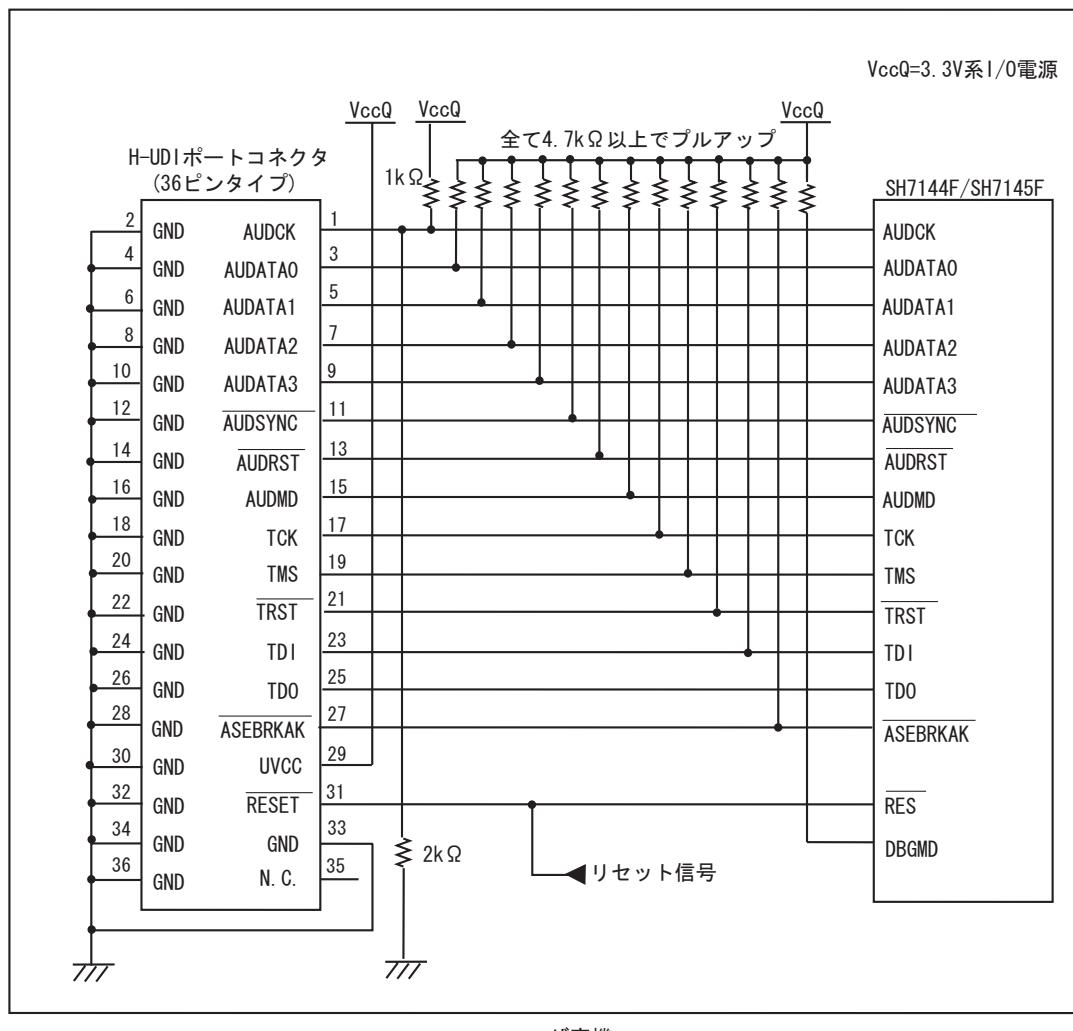
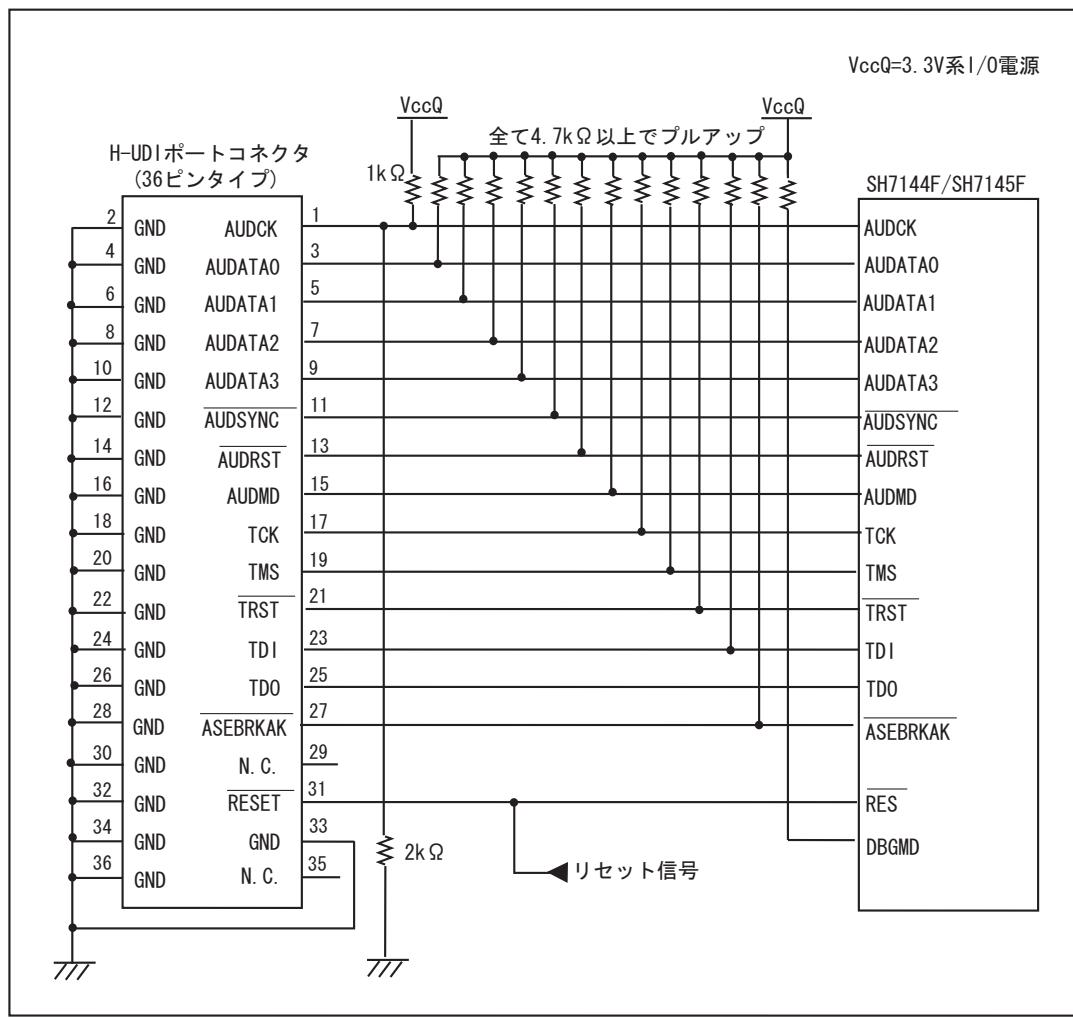

図 1.3 E10A-USB 使用時の H-UDI ポートコネクタ - チップ間の推奨接続例
図 1.4 E10A-USB 使用時の H-UDI ポートコネクタ - チップ間の接続例
E10A-USB エミュレータ使用時の H-UDI+AUD ポートコネクタ(36 ピンタイプ)とチップ間の推奨接続例を図 1.3、UVCC 未接続時の接続例を図 1.4 に示します。
7. 図 1.3, 図 1.4 に記載されている抵抗値は、参考値です。
- 図 1.3 推奨接続例で回路を組んだ場合の E10A-USB エミュレータのスイッチ設定:SW2=1, SW3=1
- 図 1.4 接続例で回路を組んだ場合の E10A-USB エミュレータのスイッチ設定 : SW2=0, SW3=1 スイッチ設定の詳細は、「SuperH™ファミリ用 E10A-USB エミュレータユーザーズマニュアル 3.8 DIP スイッチの設定」を参照してください。